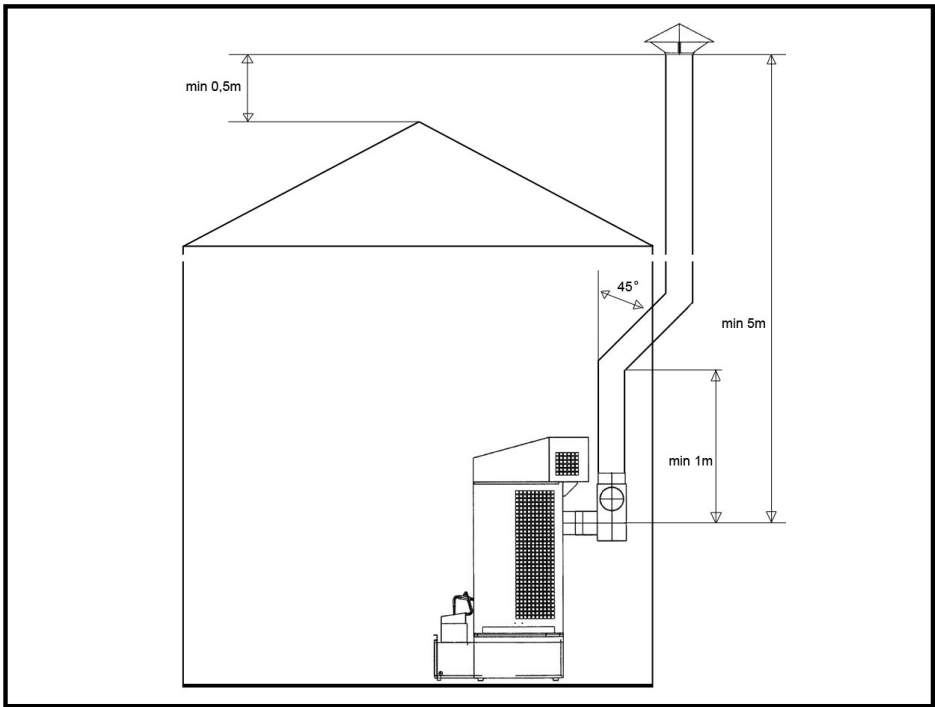

Fig. 2
- ▶ schéma Fig. 2 Kominová instalace